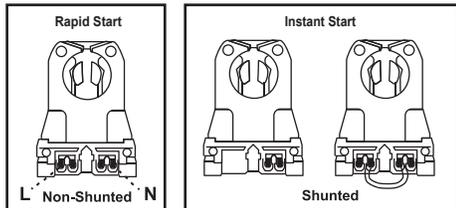

Fig. 1A Not shunted & Shunted sockets / Douilles non shuntées & Douilles shuntées
6. Ensure that the fixture contains non-shunted G13 bi-pin sockets ( Fig. 1A).
6. Assurez-vous que le luminaire contient des douilles à deux broches G13 non shuntées (Fig. 1A).